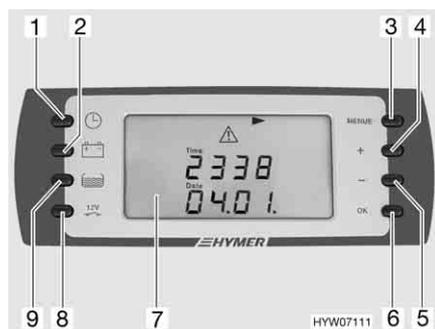
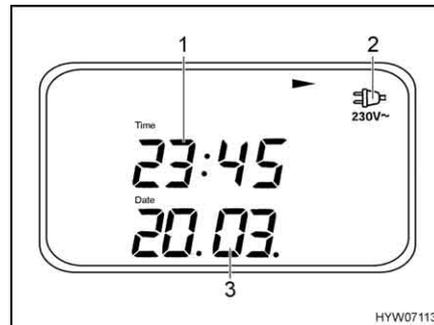
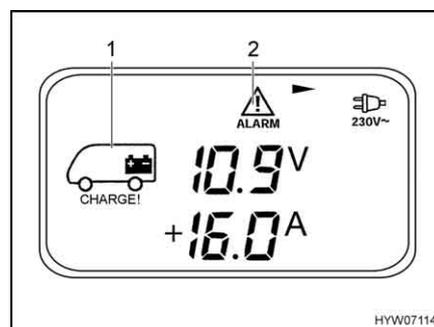
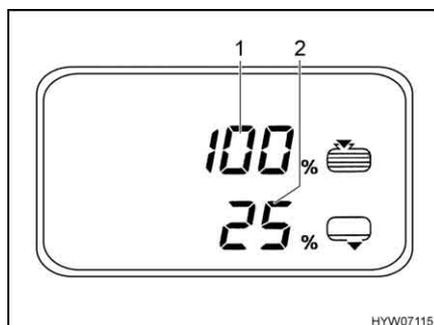

Fig. 126 Pannello di controllo (DT 200)
Fig. 128 Menu base (pagina di menu 1)
Fig. 129 Menu Batteria (batteria dell'abitacolo)
Fig. 130 Menu Serbatoio
L'interruttore principale a 12 V (Fig. 126,8) inserisce o disinserisce il pannello di controllo e l'alimentazione a 12 V dell'abitacolo.
Accensione: ■ Premere il tasto (Fig. 126,8): L'alimentazione a 12 V dell'abitacolo è inserita. Il display LCD (Fig. 126,7) mostra il menu base e si illumina per 20 secondi. In caso di allarme appare inoltre il rispettivo indicatore.
Spegnimento: ■ Premere il tasto (Fig. 126,8): L'alimentazione a 12 V dell'abitacolo è disinserita. Per conferma, viene indicato "12V OFF" per 3 secondi. Successivamente il display LCD si spegne.
Il menu base (Fig. 128) appare sempre dopo l'accensione con l'interruttore principale a 12 V (Fig. 126,8).
- Premere il tasto (Fig. 126,1): Appare il menu base.
- Controllo rete (Fig. 128,2): Il simbolo appare quando si allaccia il veicolo all'alimentazione a 230 V
- Data (Fig. 128,3)
- Ora (Fig. 128,1)
- Premere il tasto (Fig. 126,2): Appare il menu Batteria (Fig. 129).
- Tensione (V), corrente di carica (+A) e corrente di scarica (-A) della batteria dell'abitacolo (Fig. 129,1)
- Tensione (V) della batteria di avviamento (pagina di menu 2)
Il menu Batteria appare e i simboli (Fig. 129,1 e 2) iniziano a lampeggiare non appena la tensione della batteria dell'abitacolo scende al di sotto di 11 V (misurazione durante il normale esercizio) con conseguente rischio che la batteria si scarichi troppo. Lampeggia inoltre l'indicazione della tensione.
- Premere il tasto (Fig. 126,9): Appare il menu Serbatoio (Fig. 130).
- Livello del serbatoio dell'acqua (Fig. 130,1)
- Livello del serbatoio delle acque grigie (Fig. 130,2)
Il menu Serbatoio appare e il rispettivo simbolo inizia a lampeggiare quando il serbatoio dell'acqua è vuoto oppure il serbatoio delle acque grigie è pieno. Lampeggiano inoltre il simbolo allarme e il valore corrispondente in percentuale (Fig. 130,1 o 2).
- Premere il tasto menu Serbatoio (Fig. 126,9).
- Premere il tasto "MENUM" (Fig. 126,3) per più di 3 secondi. Viene indicato il menu Impostazione Serbatoio.
- Inserire ("ON") o disinserire ("OFF") con i tasti "+" e "-" (Fig. 126,4 e 5) l'allarme serbatoio e con il tasto "OK" (Fig. 126,6) confermare.